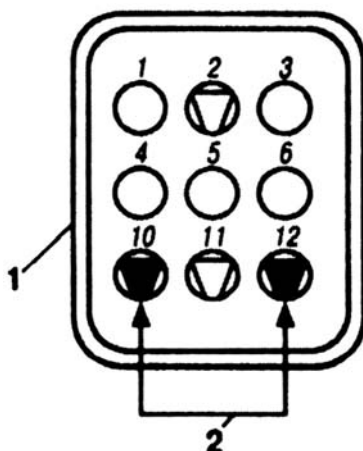

Рис. 8.1.24. Диагностическая розетка (1) и дополнительный провод (2)
- соединить выводы диагностической розетки 1 согласно рис. 8.1.24 отдельным проводом 2. Розетка установлена в моторном отсеке на щитке передка с левой стороны.